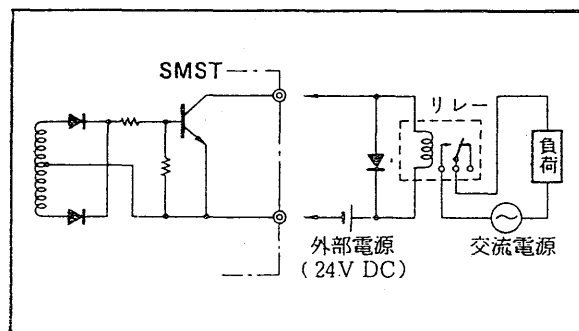

図 3.4 交流電源を含む負荷を駆動する場合のステータス出力の接続
- トランジスタ接点を使用して, 直接交流負荷を開閉できません。この場合中継リレー等を設置してください (図 3.4 参照)。